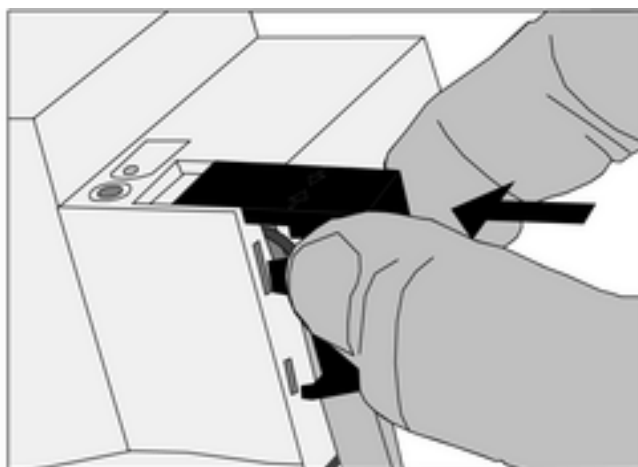

Figura 3: Applicazione della calotta di copertura
- Applicare la calotta di copertura sul morsetto del bus e farla scattare in posizione (figura 3).